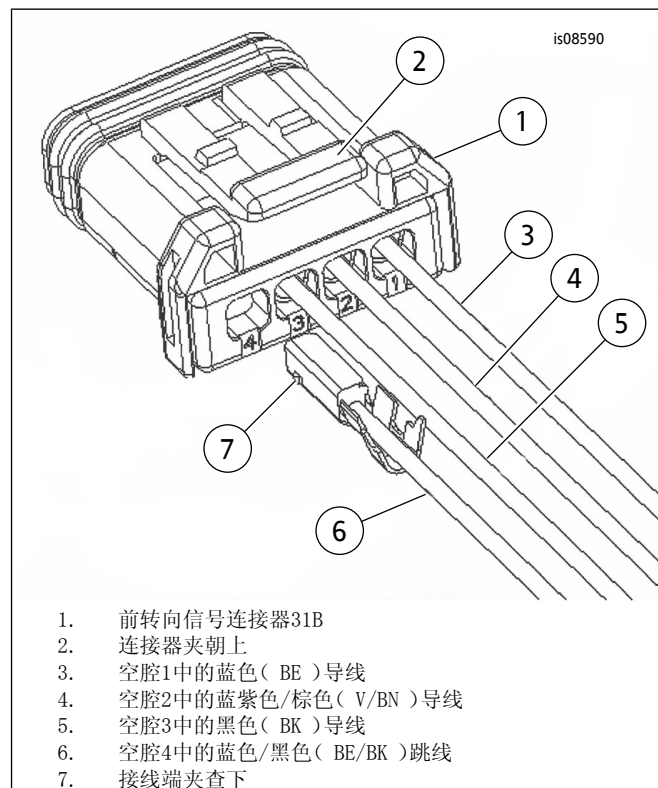

图6。将跳线接线端插入空腔4
8. 参见图6。将套件中的一个防雾灯跳线线束(6)插入连接器[31B]的空腔4。使用一个密封拼接连接器将(R)防雾灯导线连接至(BE/BK)跳线。